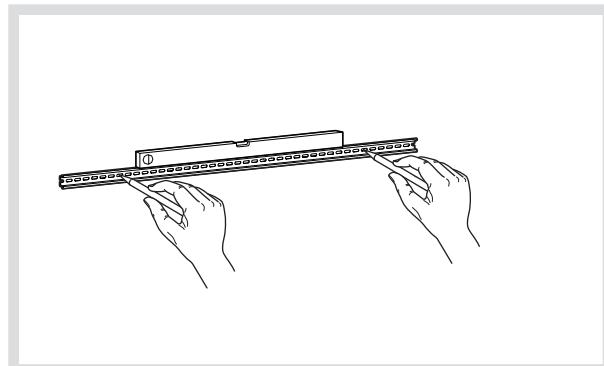

Bild 6: Bohrlöcher markieren
- Trageschiene waagerecht an die Wand halten und die Befestigungslöcher markieren, so dass der Mindestabstand des Energiespeichersystems von 20 cm zur Decke und zum Fußboden nicht unterschritten wird (Bild 6).